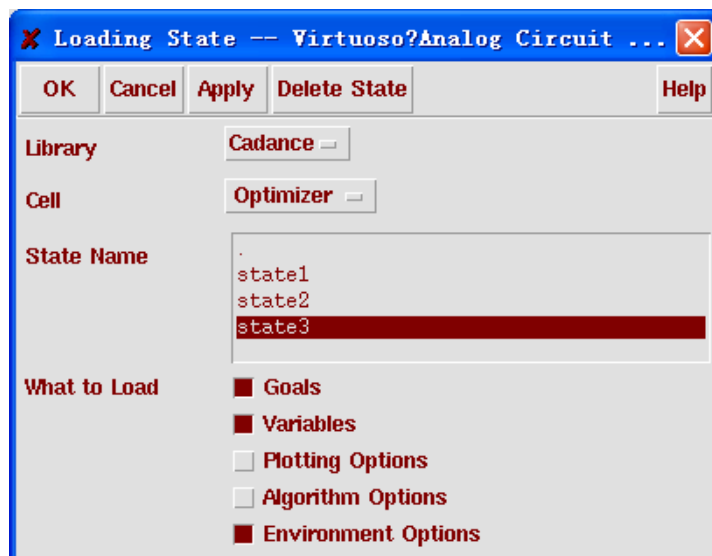

图 11.34 读取以前保存的对话状态
- 1) 选择“Session”→“Load State”, 然后“Loading State”窗口弹出, 如图 11.34 所示